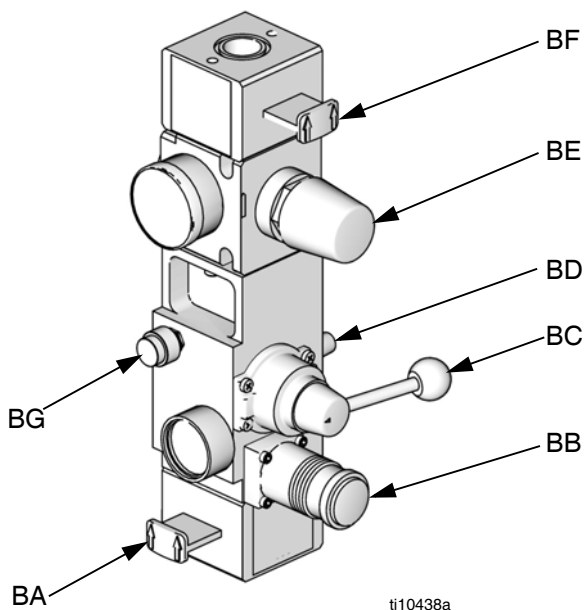

FIG. 3 : Module des commandes pneumatiques intégrées
| G Commandes pneumatiques intégrées (consultez la FIG. 3) | U Vanne de vidange de la conduite d'air (non fournie) |
- G Commandes pneumatiques intégrées (consultez la FIG. 3)
2. **Pour les commandes pneumatiques de D200s, D200, S20 et D60 :** consultez la FIG. 3, page 12.
- a. Fermez la vanne coulissante du moteur pneumatique (BF) et la vanne coulissante d'air principale (BA).
- c. Faites jouer la vanne de la commande (BC) vers le haut et vers le bas pour purger l'air des cylindres de l'élévateur.